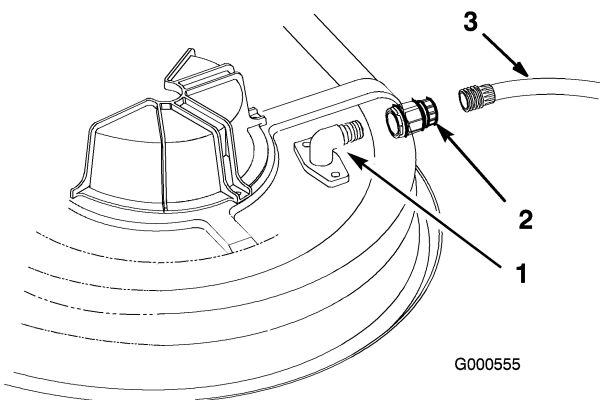

Figura 53
3. Conecte el acoplamiento de la manguera al extremo del conector de lavado del cortacésped, y abra el grifo al máximo (Figura 53).